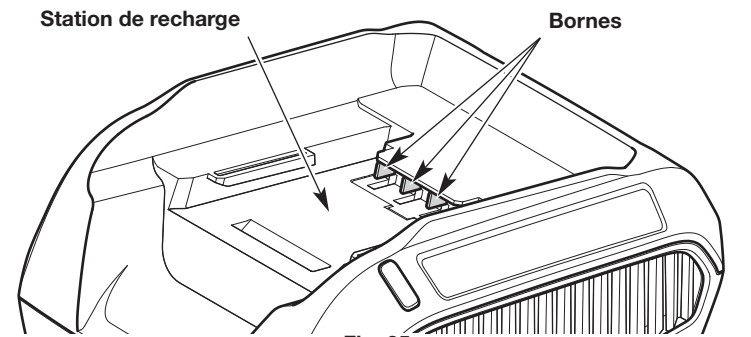

Fig. 25
- Gardez le chargeur de batterie sec, propre et exempt de débris. Ne laissez pas des corps étrangers dans la station de charge ou sur les bornes (Fig. 25). Avant chaque utilisation, inspectez le chargeur afin de détecter si des corps étrangers s'y trouvent.